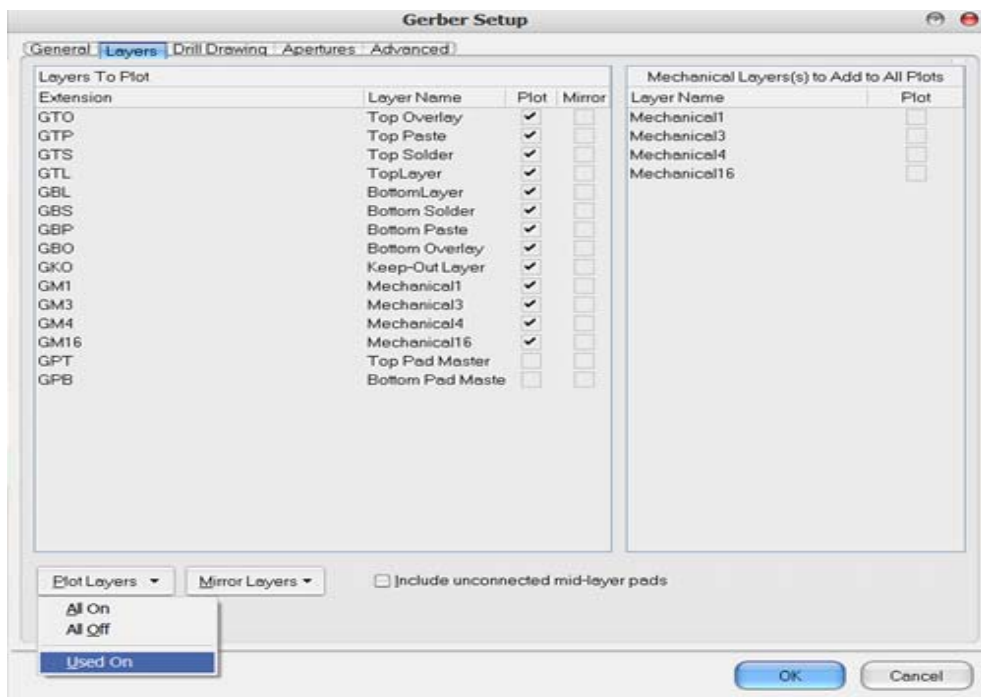

图12-11 Gerber绘制输出层设置
3. 单击 **Layers** 标签，用户进行 Gerber 绘制输出层设置，然后单击 **Plot Layers** 按钮，并选择 **Used On**。然后单击 **Mirror Layers** 按钮，并选择 **All Off**。然后在 **Mechanical Layer** 标签项选择 **PCB** 绘图所用外形的机械层（图12-11）。当然在这里用户也可以根据需要或者 **PCB** 板的要求来决定一些特殊层是否需要输出，比如单面板和双面板，多层板等等。